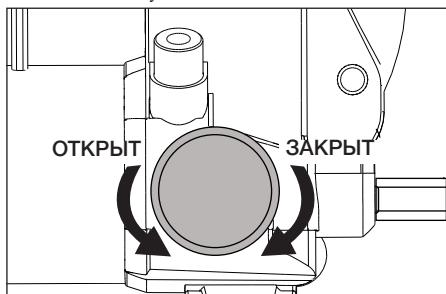

Рисунок 8 – выпускной клапан
- Закройте выпускной клапан поворотом ручки по часовой стрелке до упора. См. рисунок 8.